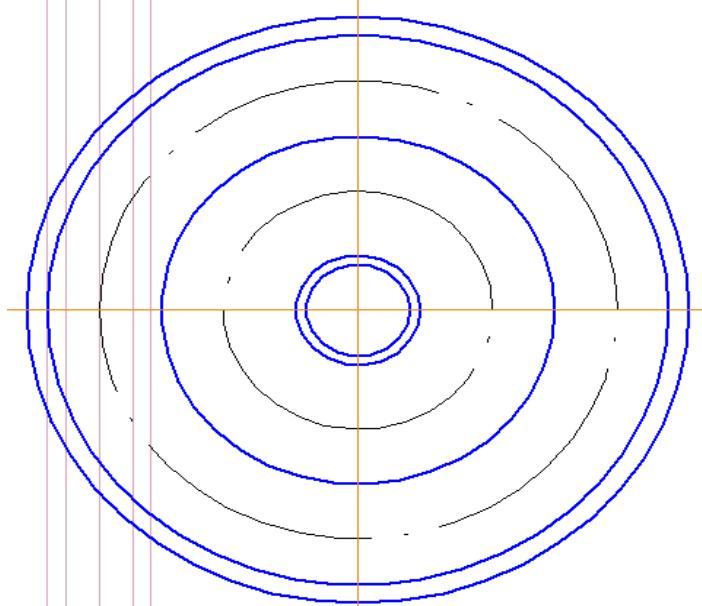

Рис. 16
- c.* Так же начертите окружности с **диаметром 50 и 26**, выбрав **Стиль Штрихпунктирная** (рис.16). Нажмите клавишу **прервать команду**.